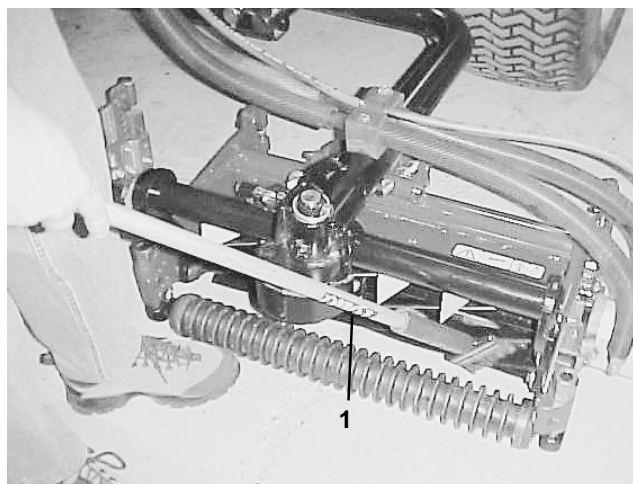

Fig. 26
8. Før slipemasse på med en børste med langt skaft (Toro del nr. 29-9100). Bruk aldri en børste med kort skaft (fig. 26)